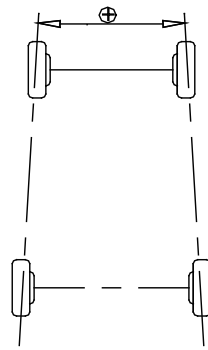

图1.8
- 左前轮和左后轮与地接触点之间的连线, 与右前轮和右后轮与地接触点之间的连线所形成的夹角称为汽车的轮距差 (也称为轮迹宽度偏差)。当两后轮中心的连线距离比两前轮中心的连线距离大时, 此状态下规定轮距差为正值, 反之规定轮距差为负值, 如果在汽车的规格值中, 汽车的左右轴距已经知道, 则轮距差可以用角度值来表示, 如图1.8。